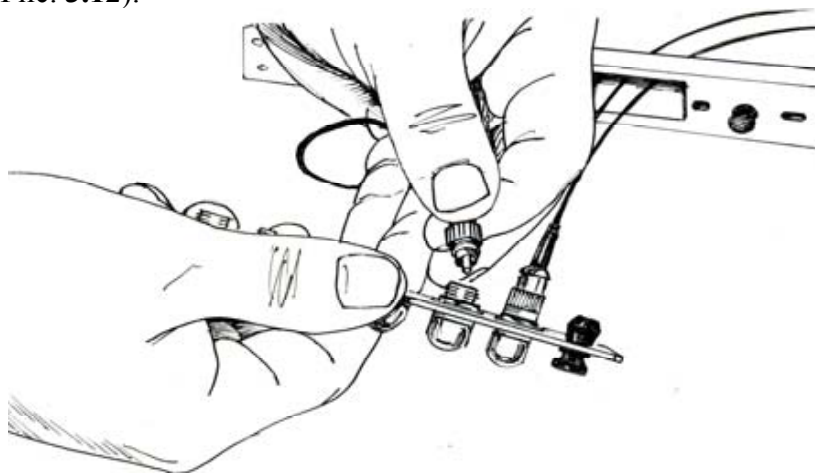
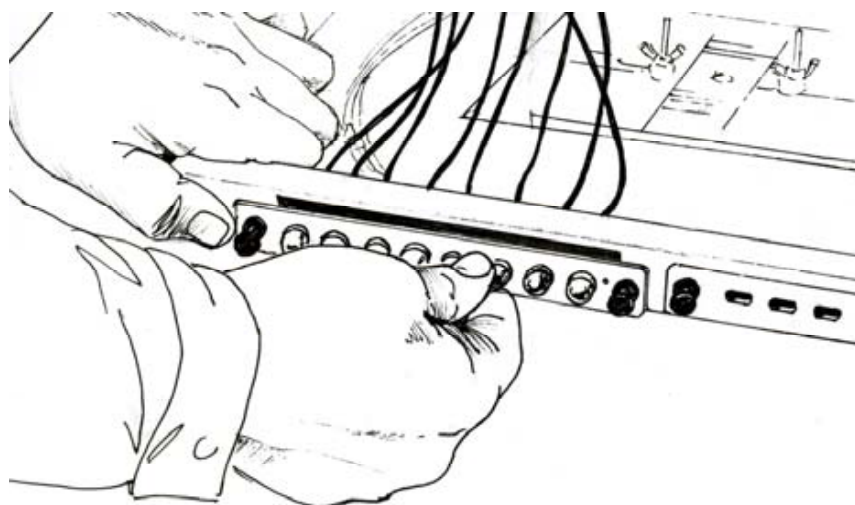

Рис. 3.11. Установка коннекторов
Рис. 3.12. Установка планки
3.1.10. Готовые коннекторы с «pigtail» пропускают через отверстие, где была установлена планка. Устанавливают коннекторы в адаптеры (Рис. 3.11). Далее закрепляют планку к шкафу (Рис. 3.12).